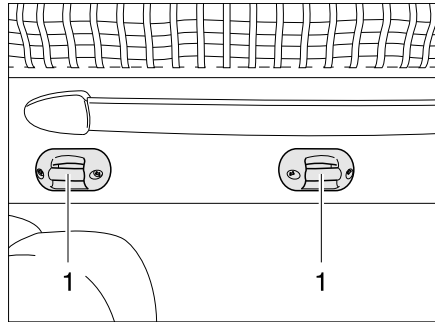

Bild 93 Halterung Aufstiegsleiter
- Aufstiegsleiter mit beiden Bügeln in die Krampen (Bild 93,1) am Hubbett einhängen.